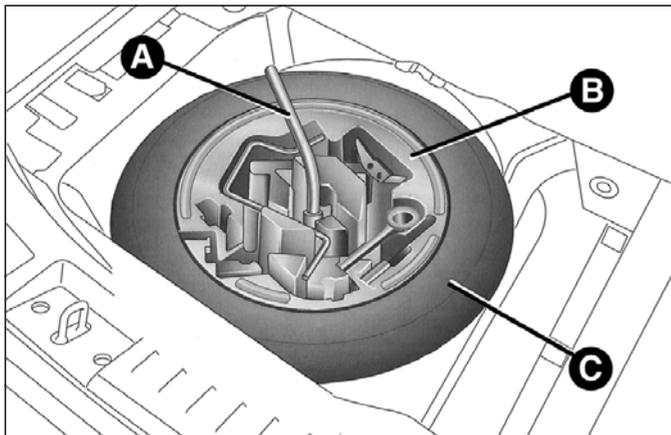

fig. 112
- à l'aide de la clé A fig. 112 située dans la boîte à outils, dévisser le dispositif de blocage, prendre la boîte à outils B et la déposer à côté de la roue à remplacer. Prendre ensuite la roue compacte de secours C ;